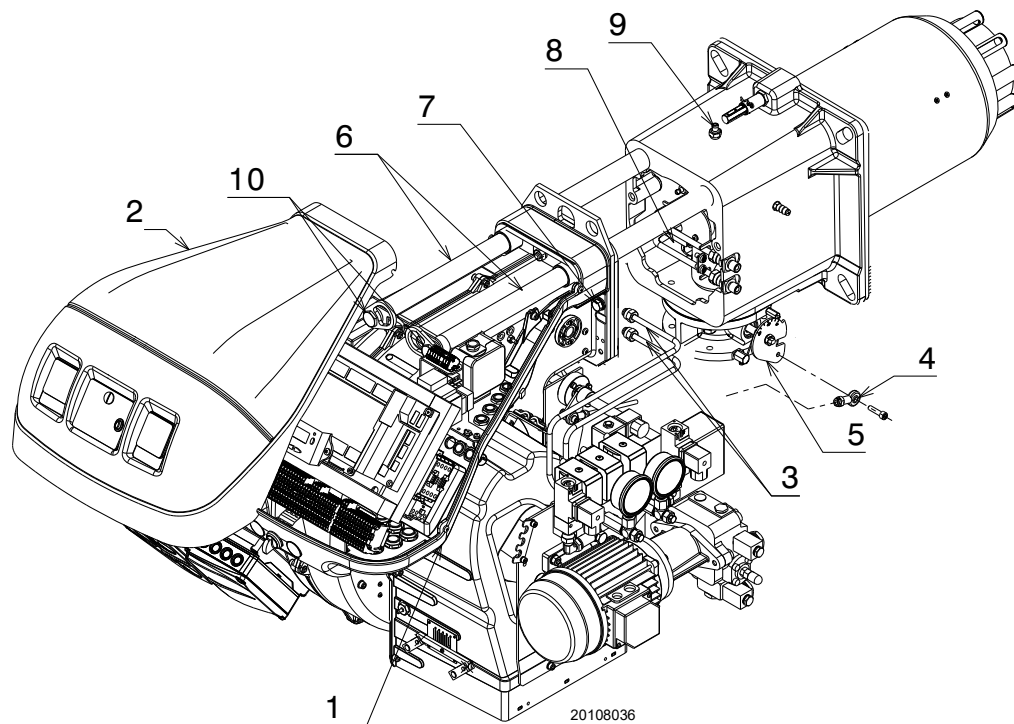

Fig. 59
- Desserrer les 4 vis 1)(Fig. 59) et déposer le capot 2).
- Démontez les deux rallonges des glissières 6)(Fig. 59).